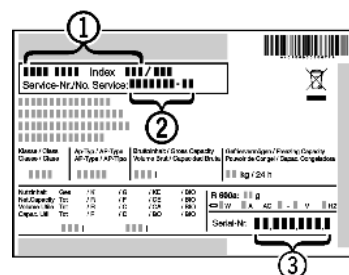

Fig. 11
- ▶ Apparaataanduiding *Fig. 11 (1)*, service-nr. *Fig. 11 (2)* en serie-nr. *Fig. 11 (3)* van het typeplaatje aflezen. Het typeplaatje bevindt zich aan de linkerkant binnen in het apparaat.
- ▶ Contact opnemen met de Technische Dienst en het probleem, apparaataanduiding *Fig. 11 (1)*, service-nr. *Fig. 11 (2)* en serie-nr. *Fig. 11 (3)* mededelen.